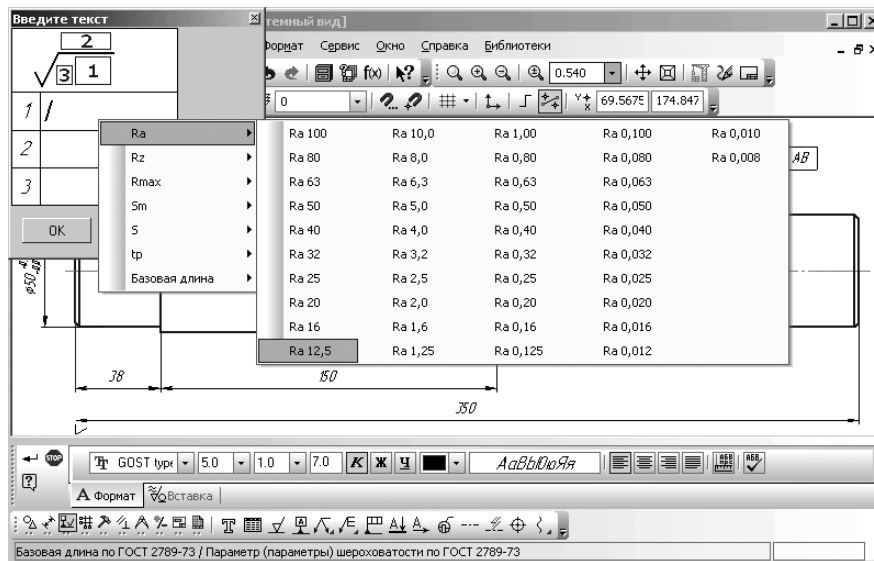

Рис. 4.115. Выбор значения шероховатости для торцевой поверхности первой ступени вала
- установите указатель мыши на значении **Ra 12,5**. Это состояние системы показано на рис. 4.115.